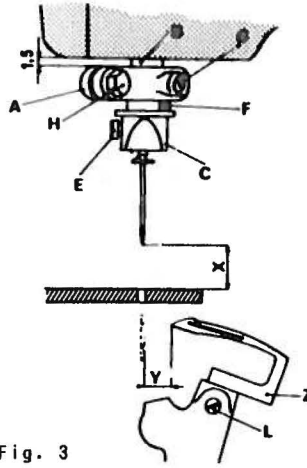
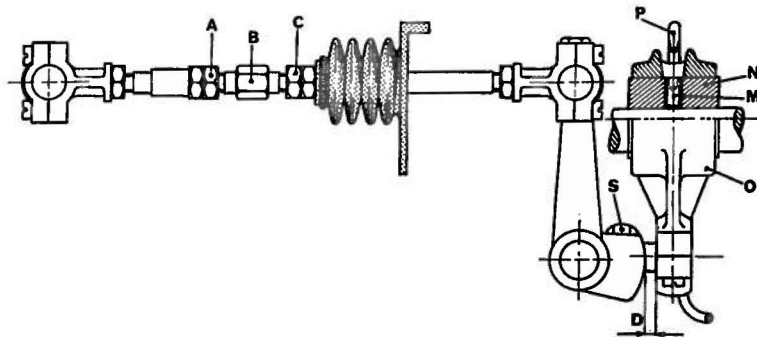

Fig. 3
Fig. 10
- S. 1651.00 per esecuzione quote come da fig. 3
- S. 1652.00 per esecuzione quote come da fig. 10
3. Posizionamento dell'ago (fig. 3)
- Inserire fino in fondo il crochet Z nell'apposita sede e bloccarlo sul piano del gambo con la vite L (fig. 3).
- Eseguire la misura D (fig. 10) col calibro S. 01652.00 per biella comando crochet agendo sul dado S.
- Ricercare la misura Y (tabella fasature) dalla punta del crochet alla tangente destra dell'ago (fig. 3).
- Allentare i controdadi A e C (fig. 10) e ruotare il perno B in un senso o nell'altro fino ad ottenere la misura Y (fig. 3 - calibro S. 1651.00).
- Bloccare leggermente i due controdadi A e C (fig. 10).
- Se la corsa del crochet e' ritardata o anticipata, bisogna allentare i due grani interni M dell'eccentrico N della biella O (fig. 10) e, tenendo fermo l'eccentrico M, ruotare il volantino della macchina in modo da ottenere la condizione voluta.
- Nota: se questa condizione non si verificasse, si deve allungare o accorciare la corsa del crochel agendo sulla vite S (fig. 10) variando così la quota D. In questo caso si devono poi rivedere tutte le condizioni di tasatura eccetto quelle descritte nel primo capoverso.
- Bloccare i controdadi A e C (fig. 10).
Nota: quando si sposta la biella per eseguire la misura D (fig. 10), tenere presente che l'eccentrico N sia sempre centrato rispetto alla testa di biella O. In caso di eccessivi spostamenti, modificare la posizione del tubetto di lubrificazione P spostandolo adeguatamente in modo che la mezzetta coincida con il centro del foro esistente sulla testa di biella O.